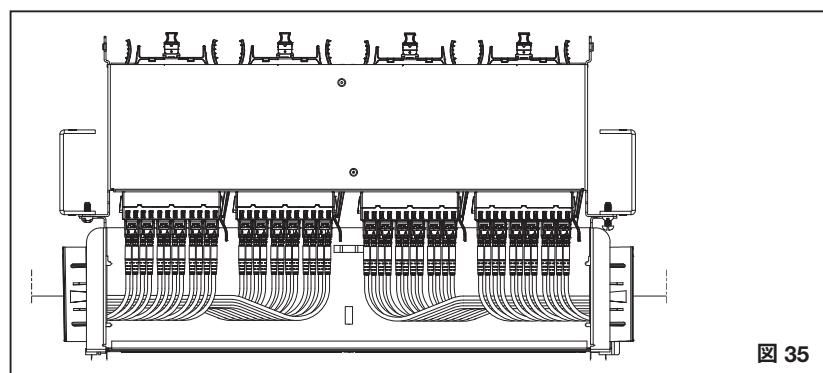
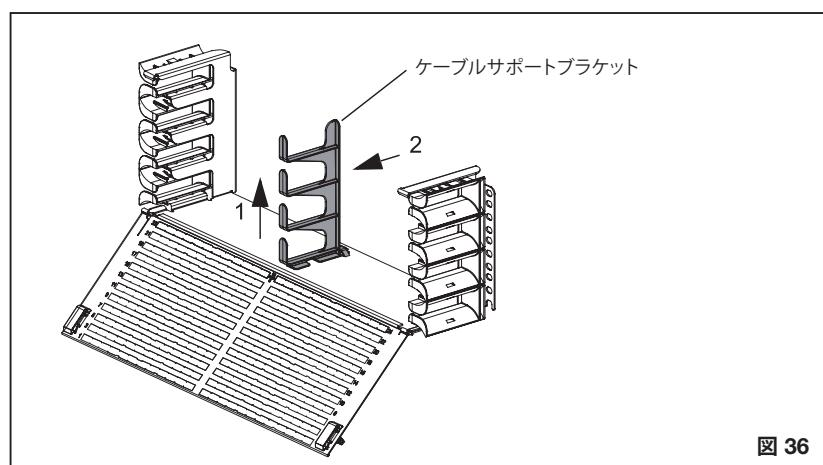

図35
図36
パッチコードは、ケーブル管理クリップを介して両側(推奨)に配線し、タックタイで固定します(図35参照)。ケーブルサポートブラケットを取り外して、アクセスしやすくすることもできます。ケーブルサポートブラケットを取り外すには、(1) ブラケットの前面を引き上げ、(2) ユニットの前面に向かって引き出します(図36参照)。